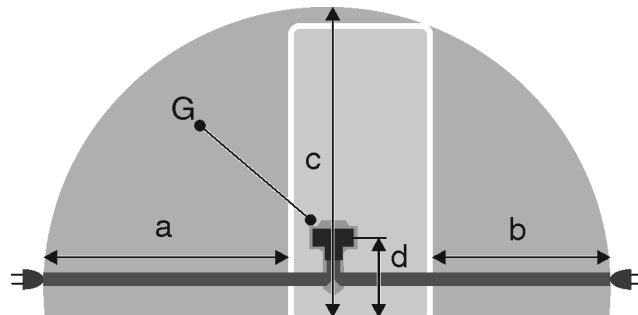

Fig. 55 Kombinált hűtő-fagyasztókészülékek / fagyasztókészülékek / teljes terű BioFresh készülékek*
- A konnektor nem a készülék mögött, hanem az a vagy b tartományban található *Fig. 55 (a, b, c)*.
- Dugja be a készülék csatlakozóját *Fig. 55 (G)* a készülék hátoldalába. Figyeljen a megfelelő bekattanásra.